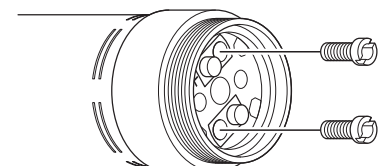

Fig. 12
- 2) Utilizzare un cacciavite a testa piatta per rimuovere le viti di fissaggio della spazzola di carbone (Fig. 12).